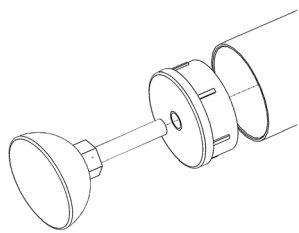

Рис. 9 – Установка заглушки и регулируемой опоры
4. В ножки с обоих концов вставьте заглушки и с одного конца каждой ножки вкрутите в заглушку регулируемую опору (Рис. 9).